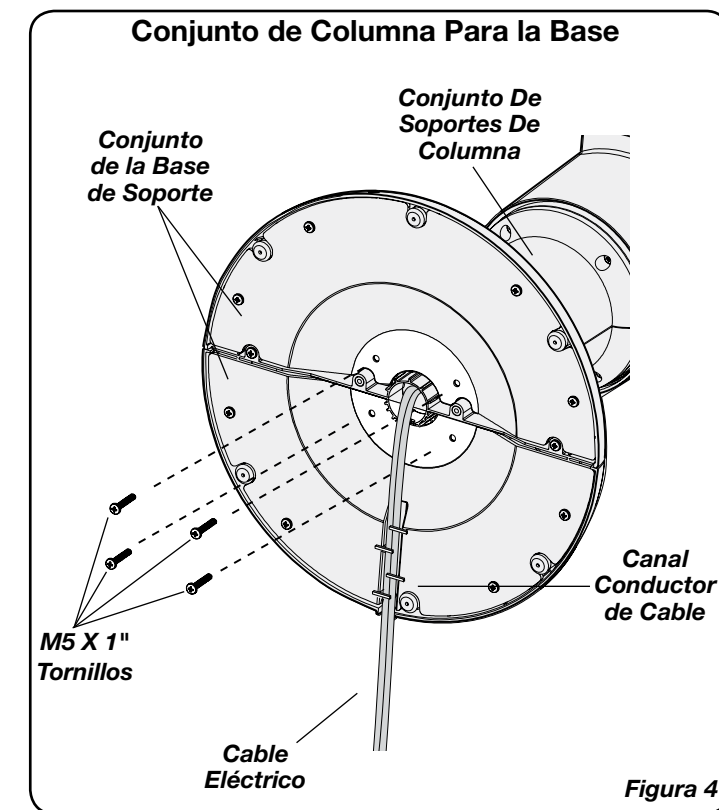

Figura 4
Columna, cerciorándose de que el canal del cable en la parte inferior de la base de soporte esté orientado hacia la parte posterior del Ventilador. Ensamble el **Conjunto de la Base de Soporte** con el **Conjunto del Soporte de Columna** utilizando los **Tornillos M5 de (4) 1"** de largo. Jale con cuidado toda holgura excesiva del **Cable de Electricidad** e introdúzcala por el **Canal Conductor de Cable**. (Figura 4)